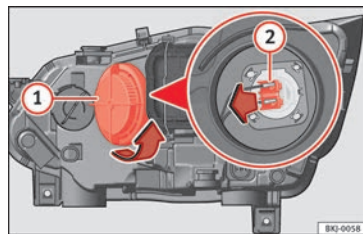

Fig. 109 Nel vano motore: lampadina per abbaglianti.
- Ruotare il coperchio **①** verso sinistra ed estrarlo »» **fig. 109**.
- Estrarre il connettore della lampadina **②** tirando verso l'esterno.
- Collocare il connettore della lampadina **②**.
- Collocare il coperchio **①** girando verso destra.